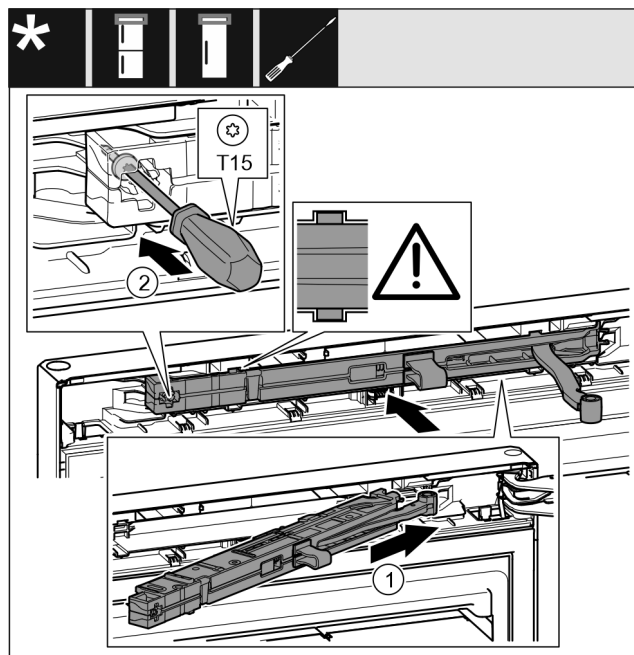

Fig. 65
- ▶ Sluitdemperunit Fig. 65 (1) aan de lagerbokzijde tot aan de aanslag schuiven in de uitsparing schuiven.
- ▶ Schroef Fig. 65 (2) met een schroevendraaier vastschroeven.